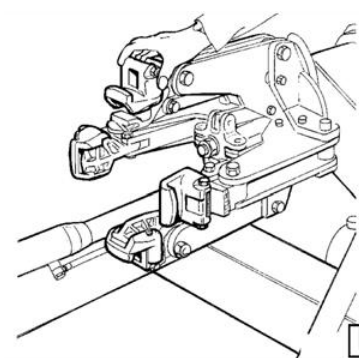

Рисунок 14
– Зажим JAR вставляется (байонетное крепление) в зажимную опору самоцентрирующейся цанги (см. рис. 14).